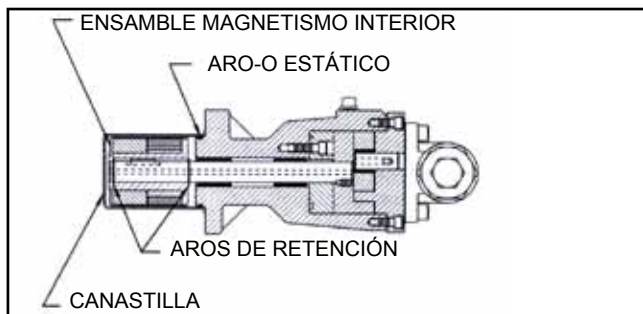

FIGURA 29
3. Instale el primer aro de retención externo (en la ranura cerca de la carcasa) y la llave en el eje. Deslice el magnetismo interior hacia el eje (el agujero escariado del imán apuntando hacia el otro lado de la bomba) para que se pegue contra el aro de retención. Instale el segundo aro de retención externo (cerca del extremo del eje) para sujetar el imán. (Ver figura 29).